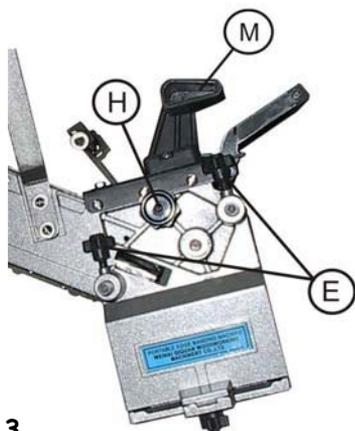

Fig.3
- 1. Allentare le manopole E (Fig.3) e separare le due parti allo scopo di permettere il passaggio del bordo
- 3. Chiudere la parte mobile G tramite il pomo H, (Fig.3), secondo la larghezza del bordo, senza premerlo, in modo che serva da guida, quindi fissarla in questa posizione con le manopole E, (Fig.3).
3. Premere il bordo preincollato contro il pannello agendo sulla manopola M, (Fig. 3), come indicato in fig. 6,e fare scorrere la macchina lungo il pannello.